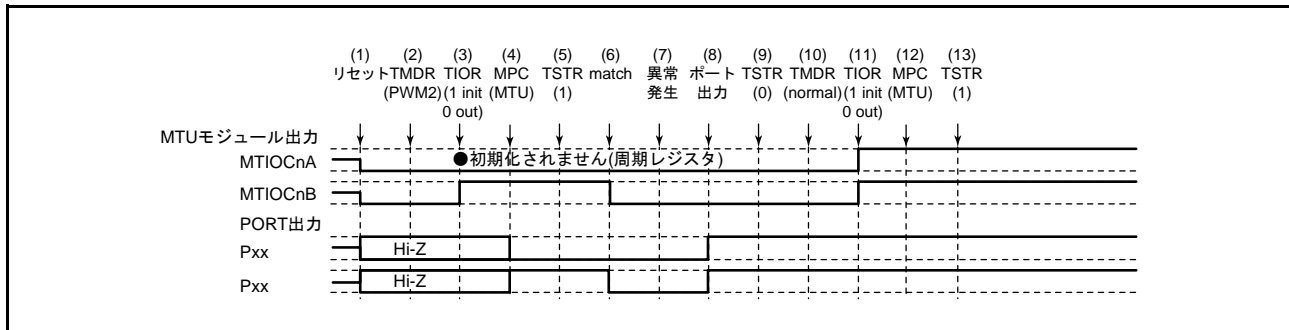

図 22.166 PWM モード 2 で異常が発生し、ノーマルモードで復帰する場合
PWM モード 2 で異常が発生し、再設定後ノーマルモードで再スタートする場合の説明図を図 22.166 に示します。
(1) ~ (9) は図 22.166 と共通です。
(10) PWM モード 1 を設定します。
(11) TIOR レジスタで端子を初期化してください (PWM モード 1 では MTIOcNB (MTIOcND) 端子に波形が出力されません。出力すべきレベルがある場合は、I/O ポートのポート方向レジスタ (PDR)、ポート出力データレジスタ (PODR) で汎用出力ポートの設定をしてください)。
(12) MPC と I/O ポートのポートモードレジスタ (PMR) で MTU 出力としてください。
(13) TSTRA レジスタで再スタートします。
(15) PWM モード 2 で動作中に異常が発生し、PWM モード 2 で再スタートする場合の動作
(10) PWM モード 2 で再スタートする場合には必要ありません。
(11) TIOR レジスタで端子を初期化してください (PWM モード 2 では周期レジスタに使用した TGR レジスタに対応する端子に波形が出力されません。出力すべきレベルがある場合は、I/O ポートのポート方向レジスタ (PDR)、ポート出力データレジスタ (PODR) で汎用出力ポートの設定をしてください)。
(16) PWM モード 2 で動作中に異常が発生し、位相計数モードで再スタートする場合の動作
(10) 位相計数モードを設定します。
(11) TIOR レジスタで端子を初期化してください。
(13) TSTR レジスタで再スタートします。
(17) 位相計数モードで動作中に異常が発生し、ノーマルモードで再スタートする場合の動作